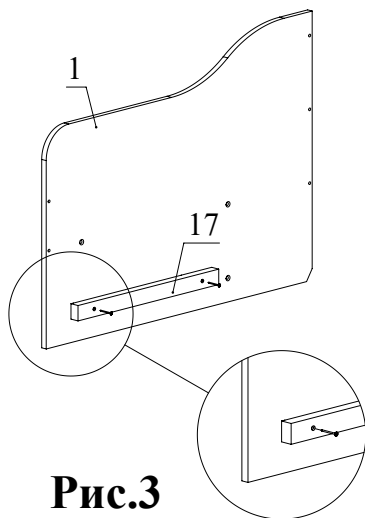

Рис.3
4. С помощью шурупов 4x35 закрепите планки на деталях 1, 2 (Рис. 3).